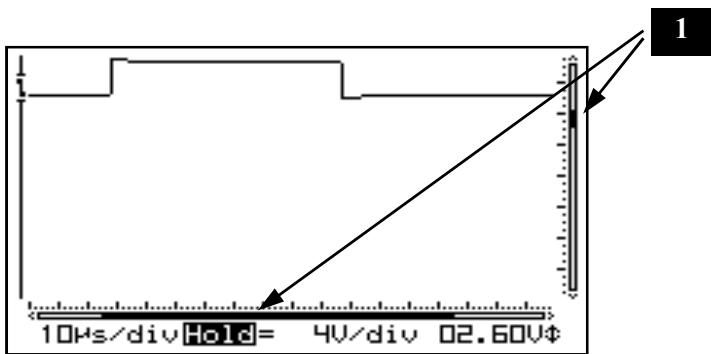

Fig 35
Press first the „X/Y-pos“ key before pressing the arrow keys in order to move the signal in the direction of the arrows. Prolonged pressing will make the X or Y- position change faster. A black bar (1) indicates the relative position of the signal in the sample window, see fig. 35
Druk eerst op de „X/Y-pos“-toets vóór men de pijltoetsen indrukt voor het verschuiven van v/h signaal in de richting van de pijlen. Langdurig indrukken zal de X of Y-positie sneller verschuiven. Een zwarte scrollbar (**1**) duidt de relatieve positie v/h signaal op het scherm, zie fig. 35
Enfoncez d'abord la touche "X/Y-pos" avant d'utiliser les curseurs fléchés pour déplacer le signal dans la direction voulue. Maintenez la touche enfoncée pour déplacer rapidement la position Y. Une barre noire (1) indique la position relative du signal dans l'exemple de fenêtre. (Fig.35)
Ein schwarzer Rollbalken (**1**) zeigt die relative Position des Signals im Beispielschirm. (Abb. 35)